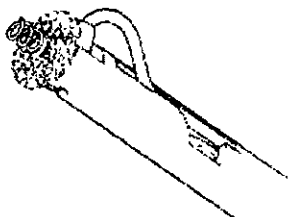
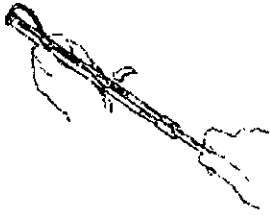

Figura 1. Cabeza del electrodo en ranura de mango
Figura 2. Tunelizador de adaptación en el mango
1. Inserte la cabeza del electrodo en la ranura en la punta del mango (Figura 1). Inserte el extremo puntiagudo del tunelizador dentro de la cavidad del mango. Deslícelo a través de la cavidad hasta que las pequeñas proyecciones estén en línea con las muescas en el mango. Después, gire el tunelizador en sentido antihorario y vuelva a tirarlo hasta que las proyecciones estén bien colocadas dentro de las dos muescas (Figura 2).